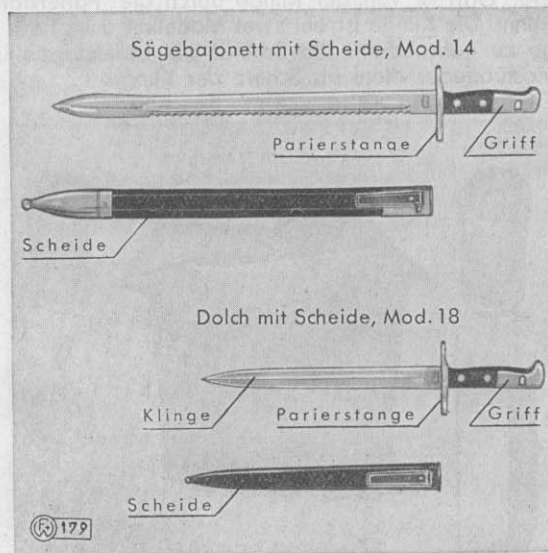

Fig. 15
18. Das Bajonett (Fig. 15), auf die Laufmündung aufgesteckt, macht den Karabiner zur Stosswaffe. Die Griffnut greift in die Bajonetthafte des Oberbandes und der ringförmige Ausschnitt der Parierstange umfasst die Laufmündung.